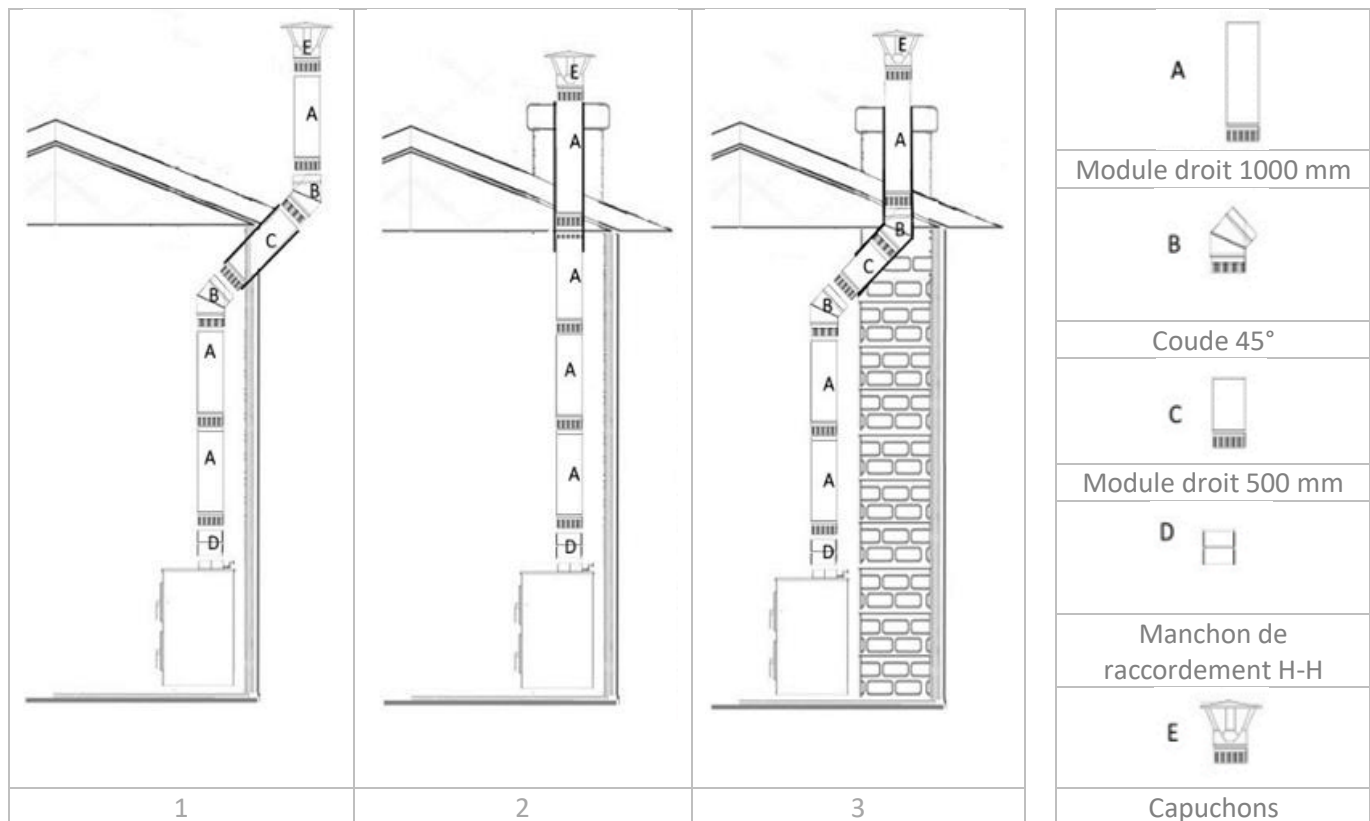

Figure 2
- SECTION VERTICALE (A).** La longueur totale du tuyau vertical nécessaire pour atteindre le toit et assurer le tirage naturel (dépression des fumées) peut varier d'une installation à l'autre, en fonction de divers facteurs, mais se situe généralement entre 4 et 6 m environ. Cependant, une performance optimale est garantie avec un vide minimal d'environ  $\pm 15$  Pa (pascals).
- COUDES (B).** Si des coudes sont nécessaires (voir schémas 1 et 2 de la figure 2), les conduits seront raccordés à l'aide de coudes. Ceux-ci peuvent atteindre 45° et ne doivent pas être rétrécis. Les points suivants doivent également être pris en compte :
- COUPE HORIZONTALE (C).** Le conduit de raccordement ou la section horizontale de la cheminée doit être conçu avec la longueur la plus courte possible et éviter autant que possible les changements de direction et de section. Les points suivants doivent être pris en compte :
- MANCHON D'UNION (D).** Pour raccorder correctement le conduit vertical au collier de sortie m (mâle) de la cuisinière, un manchon h/h (femelle/femelle) est nécessaire, de sorte que l'extrémité m (mâle du conduit vertical soit orientée vers le bas).
- CHAPEAU DE CHEMINÉE (E).** Pour une bonne évacuation des fumées et pour éviter les effets du vent, certaines distances minimales par rapport au chapeau de cheminée sont requises. Voir la figure suivante :